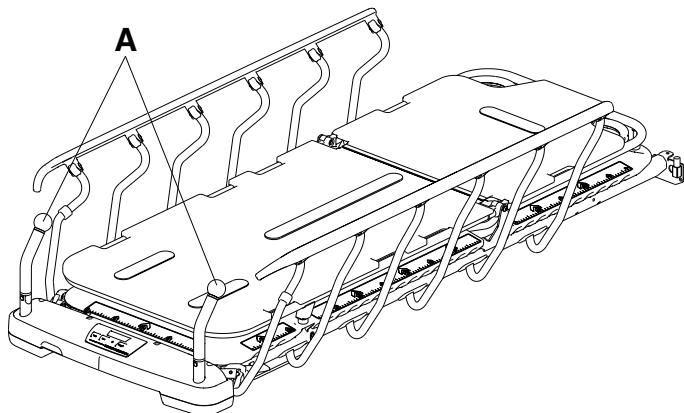

Figura 11 – Poziționarea manetelor de împingere de la capătul pentru picioare
1. Rotiți în sus manetele (A) de la capătul pentru picioare al produsului (Figura 11).